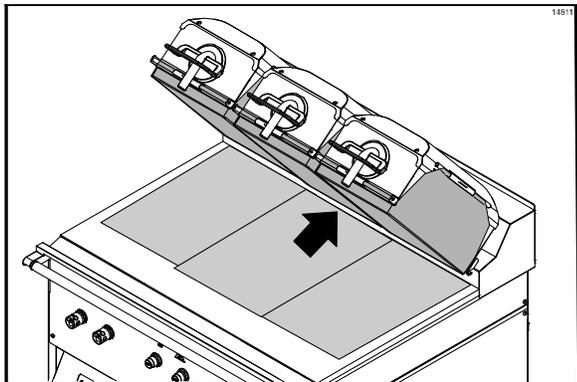

Figura 77
52. Alinee el borde trasero de la tercera hoja antiadherente con el escudo trasero contra salpicaduras y con el centro de la parrilla. La hoja antiadherente quedará superpuesta en el borde de las otras dos hojas antiadherentes. (Vea la figura 77.)